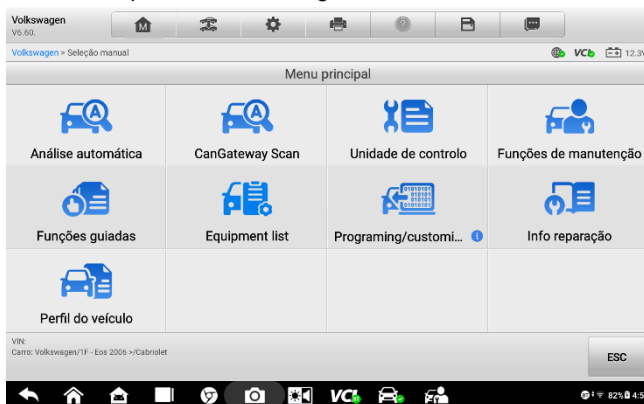

Figura 4-2 Tela de diagnósticos do veículo
5. Toque em **OK**. O veículo será identificado em segundos e, assim que as informações do veículo forem confirmadas, o sistema o guiará diretamente para a tela de diagnósticos do veículo. (Consulte Figura 4-2 Tela de